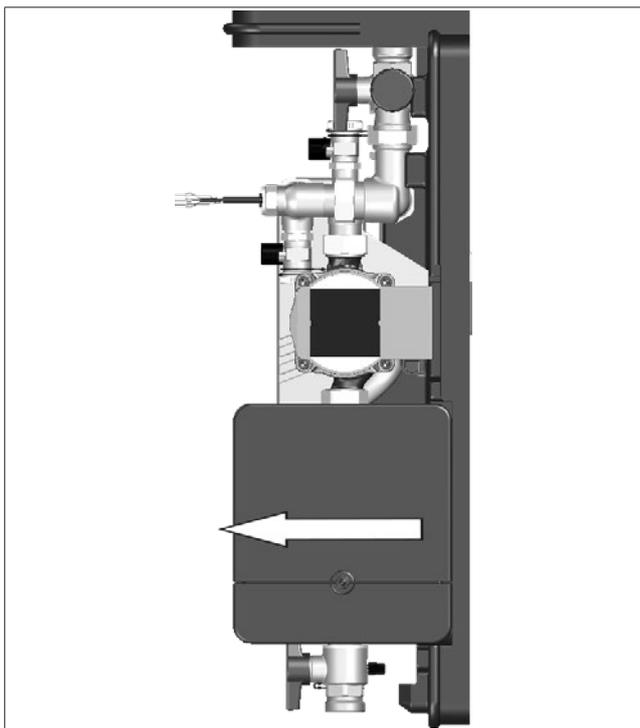

Fig. 4: Retrait du régulateur hors de la coquille inférieure
1. Retirer avec précaution le régulateur hors de la coquille inférieure comme illustré sur la Fig. 4.
13. Faire passer le régulateur de la position de montage à la position de fonctionnement (voir Fig. 4).